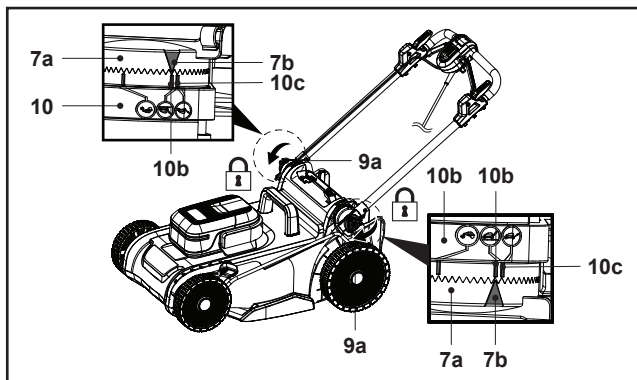

Fig. 2
4. Aligner le triangle de repère (7b) de la plaque de réglage (7a) sur l'un des indicateurs de hauteur de guidon (10b/10c) du support de guidon (10), puis fixer l'ensemble de guidon (5, 7) en serrant les boutons de serrage (9a) (Fig. 2).